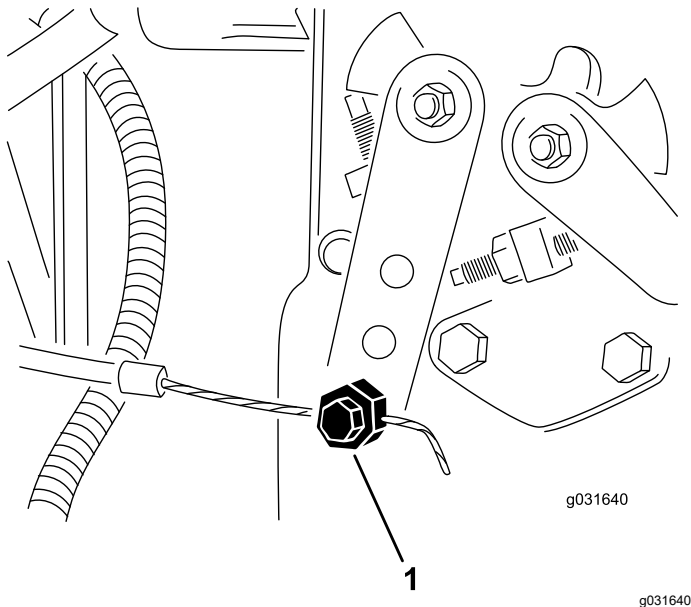

Figura 60
2. Allentate il raccordo del cavo dell'acceleratore sulla leva della pompa di iniezione (Figura 60).